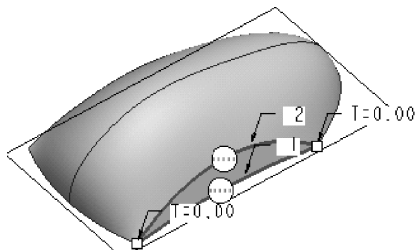

图 6-130 创建第3边界混合曲面
(4) 单击【基础特征】工具栏中的【边界混合】按钮,在图形区选择曲线1,按住〈Ctrl〉键单击曲线2,单击控制区的【应用】按钮,完成第3个边界混合曲面的创建,如图6-130所示。